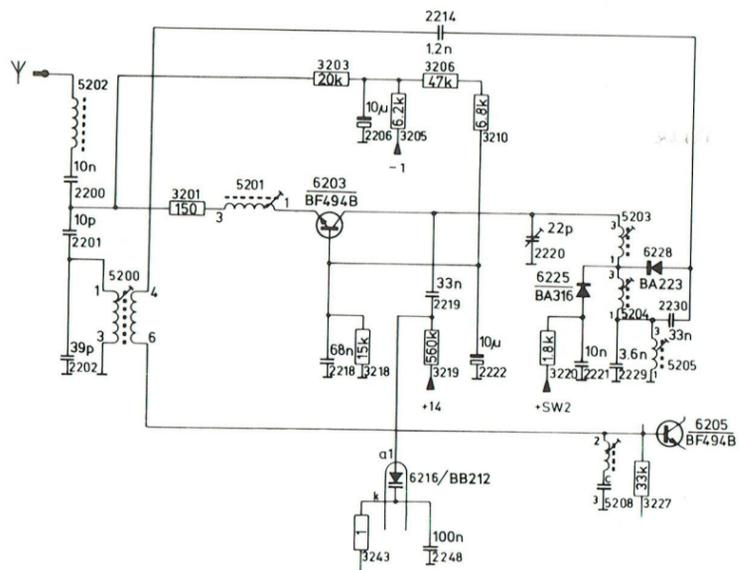

Fig. 15
- En position OC (fig. 15) l'impédance de C2201 est beaucoup plus petite que celle de R3201 et S5201, de sorte que le signal se place sur le réseau d'antenne OC S5200/C2202.